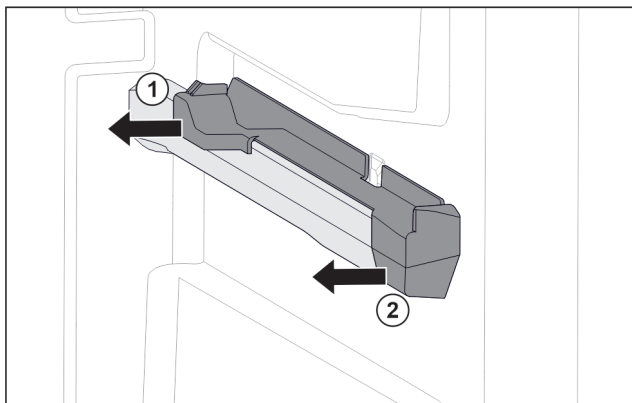

Fig. 82 Вставная часть на правом контейнерном ребре
- ▶ Отодвиньте вставную часть сзади в сторону. Fig. 82 (1)
- ▶ Отодвиньте вставную часть спереди в сторону. Fig. 82 (2)